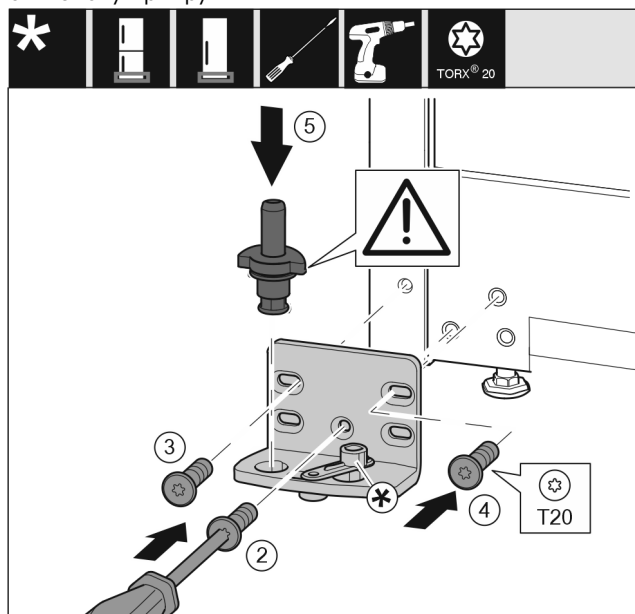

Fig. 16
- ▶ Встановіть опорний кронштейн з іншого боку та прикрутіть його за допомогою викрутки. Почніть із гвинта Fig. 16 (2), що розташований знизу посередині.
- ▶ Закрутіть гвинт Fig. 16 (3) і гвинт Fig. 16 (4).
- ▶ Повністю вставте опорний гвинт Fig. 16 (5). При цьому виступ фіксатора повинен бути спрямований назад.